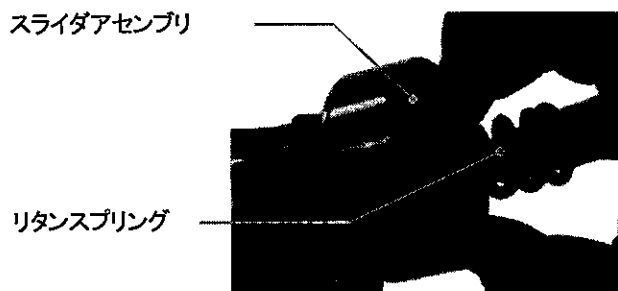

図7-8
- (4)スライダアセンブリとリタンスプリングを手で引き抜いてください。(図7-8、9)